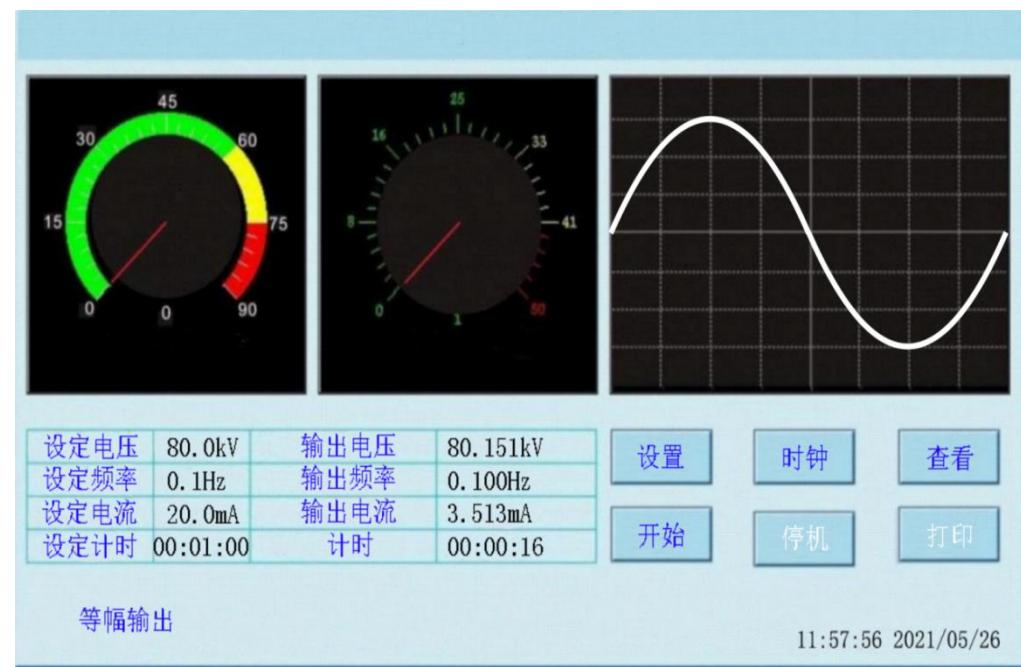

图 9 等幅输出示意图
3.2.2 控制器在若干个周期的时间内将电压升至设定值，仪器将进行等幅输出，状态栏中提示信息：“等幅输出”，如图 9 所示：